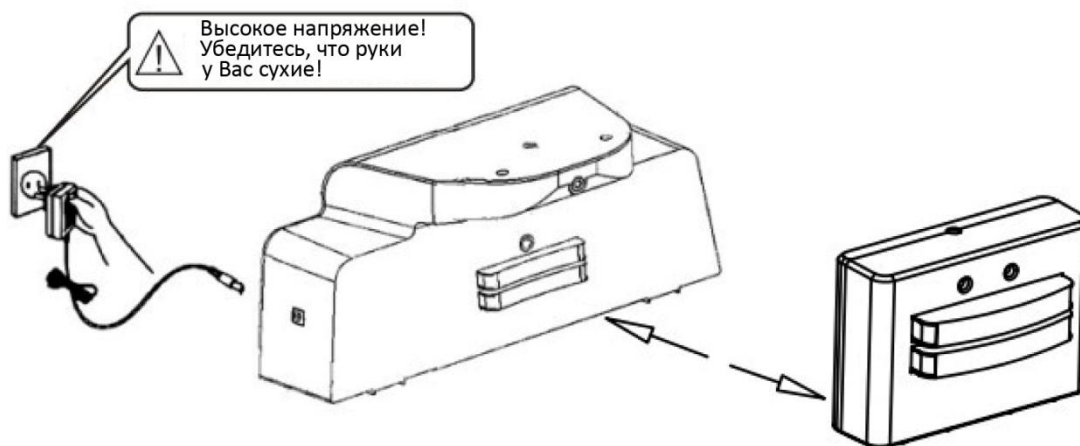

Рисунок 2
4. Подключите разъем адаптера CD к док-станции (см. рисунок 2).
2. Пожалуйста, устанавливайте аккумулятор (не входит в комплектацию), соблюдая полярность (см. рисунок 2).
2. Пожалуйста, устанавливайте новую батарейку (не входит в комплектацию) правильно (см. рисунок 2).